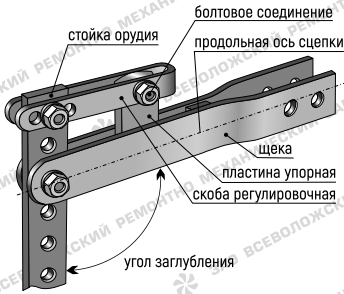
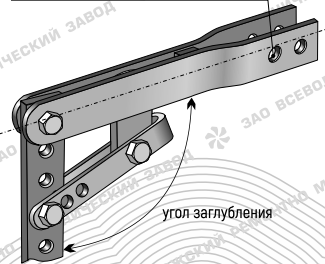

Рисунок 1. Установка сцепки опорной пластиной вверх (стандартная).
Рисунок 2. Установка сцепки опорной пластиной вниз
- установить и закрепите цепку в цепловом устройстве агрегата упорной пластиной или винтом вверх, см. рисунок 1, 4 (при необходимости увеличения диапазона регулировки рабочей высоты стойки навесного орудия возможно установка цепки упорной пластиной (винтом) вниз, см. рисунок 2);
- разверните регулировочную скобу или винт из транспортного положения в рабочее (см. рисунок 1, 2, 3, 4) и отрегулируйте угол заглубления орудия совмещением соответствующих отверстий в стойке и регулировочной скобе (ступенчато), либо вращением регулировочного винта (плавно). Заданный угол заглубления зафиксируйте крепежом из состава цепки;